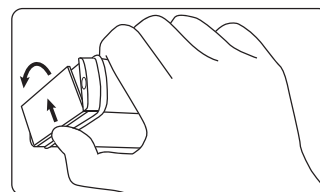

Abb. 1-2: Frontklappe öffnen
- ☞ Die Frontklappe wie in Abb. 1-2 illustriert vollends öffnen.